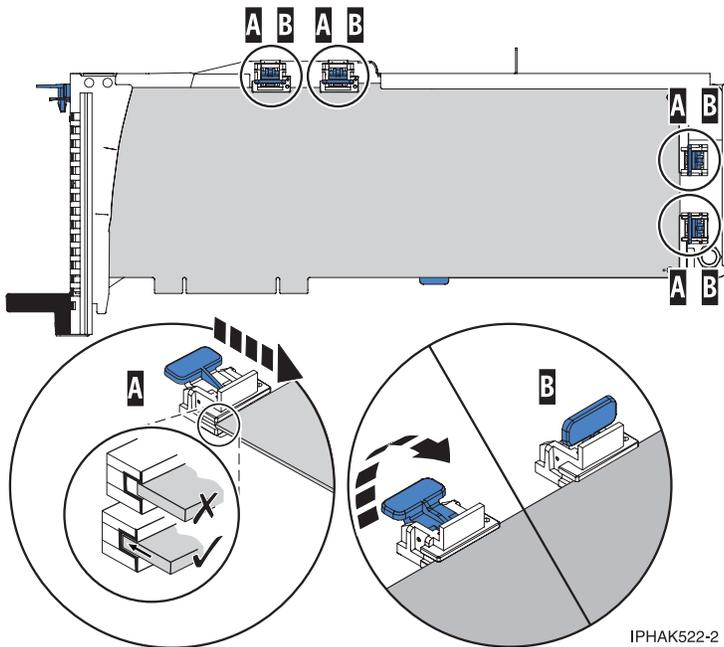

Figura 32. Adaptador grande no cassete do adaptador PCI com os suportes e o estabilizador no local
a) Coloque e trave os retentores (B). Consulte Figura 32 na página 40.